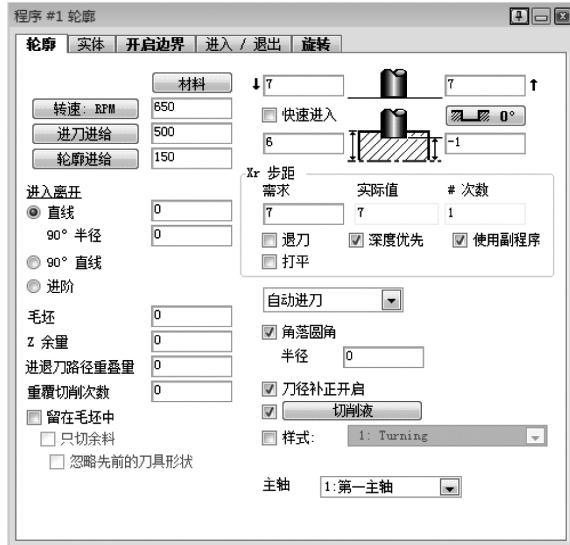

图 7-26 轮廓程序
1) 用#13 刀具创建如图 7-26 所示的铣轮廓程序。确认用户已设置加工坐标系为 YZ 平面 (在旋转下)。